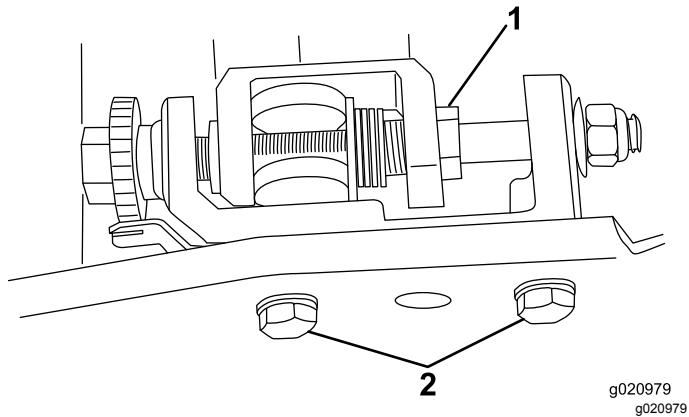

Figure 4
- A. À l'aide d'une clé standard de $\frac{7}{8}$ pouce, desserrez les vis de tension de ressort sur les dispositifs de réglage de barre d'appui droit et gauche (Figure 4).
C. Retirez les 2 boulons et rondelles qui fixent le cadre de réglage de la barre d'appui gauche à la plaque latérale (Figure 4).
16. Si vous montez ce kit sur une **Tondeuse Greensmaster 800** dont le numéro de série est antérieur à 230999999, une **Tondeuse Greensmaster 1000** dont le numéro de série est antérieur à 229999999 ou une **Tondeuse Greensmaster 1600** dont le numéro de série est antérieur à 260001401, montez le cadre de réglage gauche de la barre d'appui sur la plaque latérale avec les boulons et rondelles retirés précédemment (Figure 4).